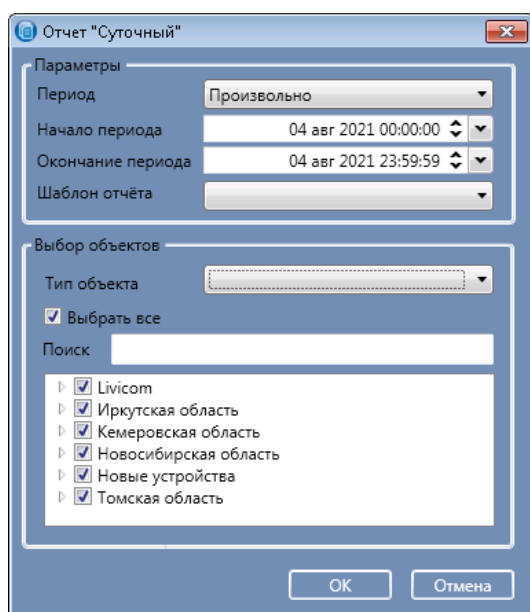

Рисунок 21.2 — Суточный отчет
- 2) В открывшемся окне *Суточный отчет* (см. рисунок 21.2) задайте описанные ниже параметры.